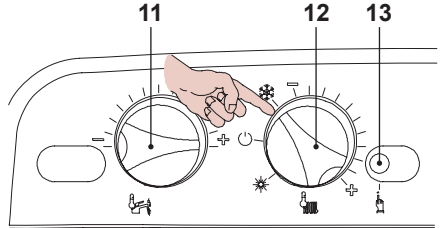
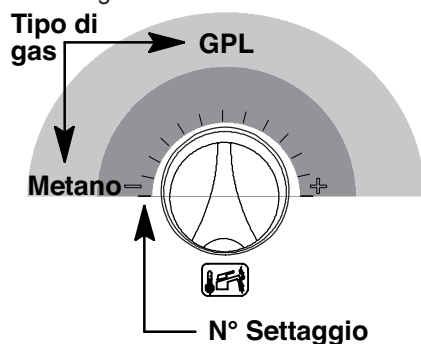
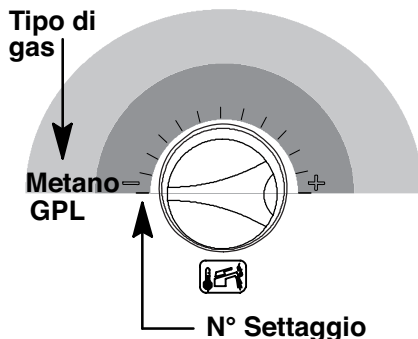

Fig. 8.2
Fig. 8.7
Fig. 8.11
- Posizionare il selettore 11 e la manopola regolazione sanitario 12 come in Fig. 8.2.
- Per settare il Tipo di gas bisogna entrare in programmazione premendo per 15 secondi il pulsante di ripristino 13 in Fig. 8.2 fino alla comparsa del parametro **P01** sul display LCD; sul display LCD compare la seguente visualizzazione (la sequenza **P01** si alterna -- -- --).
- Premere il pulsante di ripristino 13 in Fig. 8.2 per lo scorrimento dei vari parametri sino al raggiungimento del parametro **P05** valido per il settaggio del Tipo di gas; sul display LCD compare la seguente visualizzazione (la sequenza **P05** si alterna a **01**).
Esempio: Se il tipo di gas di alimentazione è il GPL (G30-G31) e la caldaia è predisposta per il funzionamento con il gas Metano (G20) ruotare la manopola 11 in Fig. 8.2 come in Fig. 8.7.
- Premere il pulsante di ripristino 13 in Fig. 8.2 per il raggiungimento del parametro **P06** valido per il settaggio del Tipo di gas (secondo livello); sul display LCD compare la seguente visualizzazione (la sequenza **P06** si alterna a **01**).
- Per cambiare il settaggio ruotare la manopola regolazione temperatura sanitaria 11 in Fig. 8.2 e posizionarla sulla posizione prescelta vedi anche Fig. 8.11.